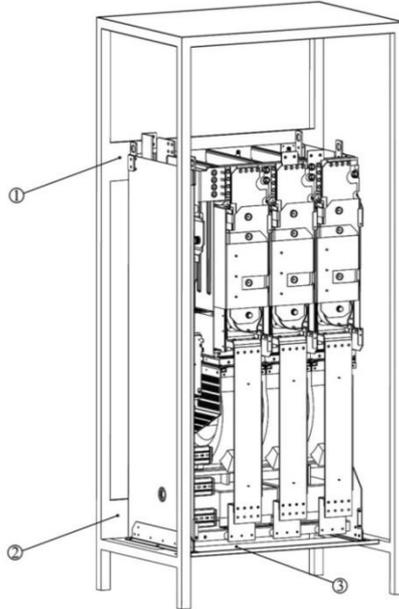

图 3-10 AIC 变流器安装示意图
AIC 装柜及吊装图 图 3-10 是 AIC 单元的安装示意图，其中①、②为后侧挂孔、③为安装底座。